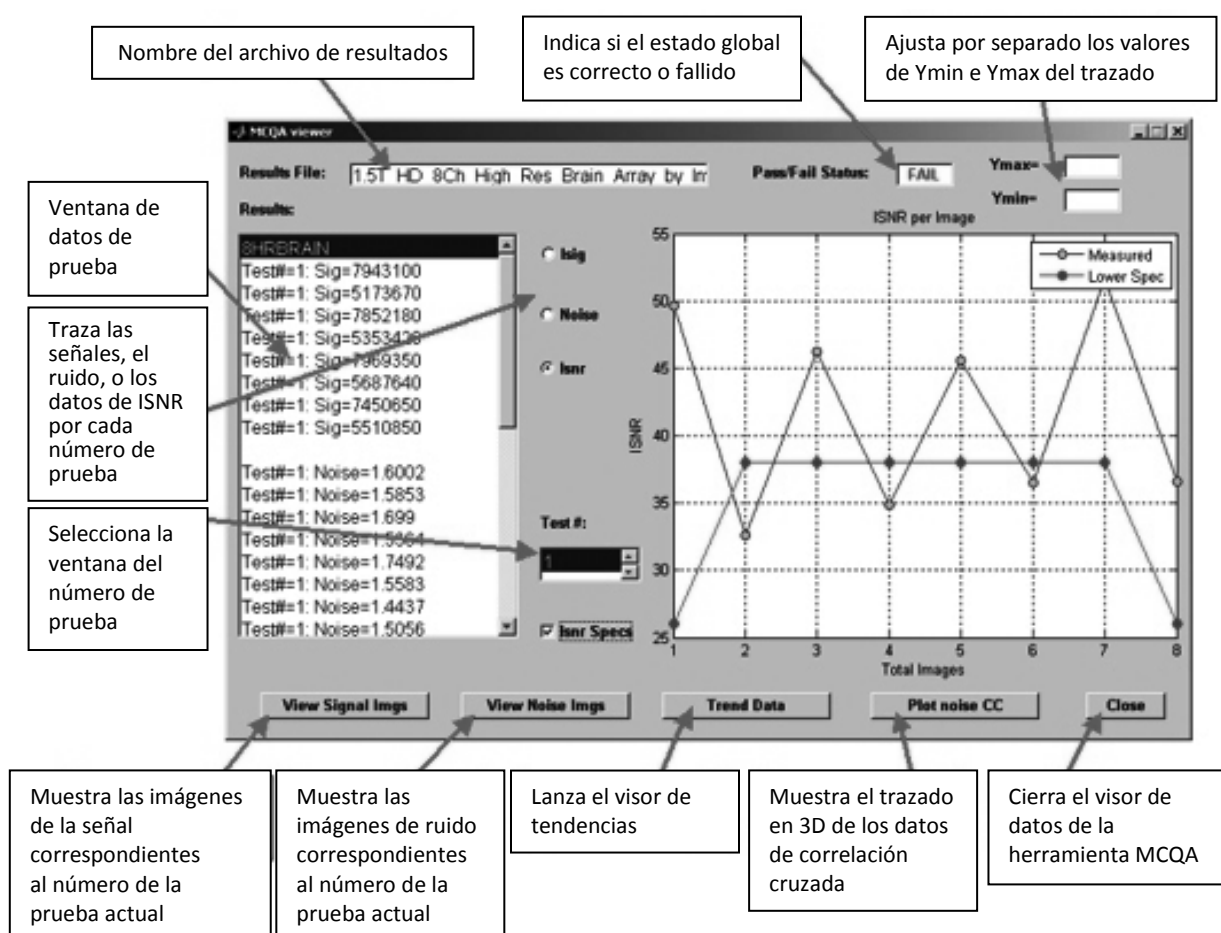

Figura 7
**Nota:** La ventana del visor de resultados se abrirá como se muestra en la Figura 7. El nombre del archivo de resultados seleccionado y el resultado Pass/Fail (Correcto/Fallido) que se muestra en la interfaz de la herramienta también aparecen en la parte superior del visor.